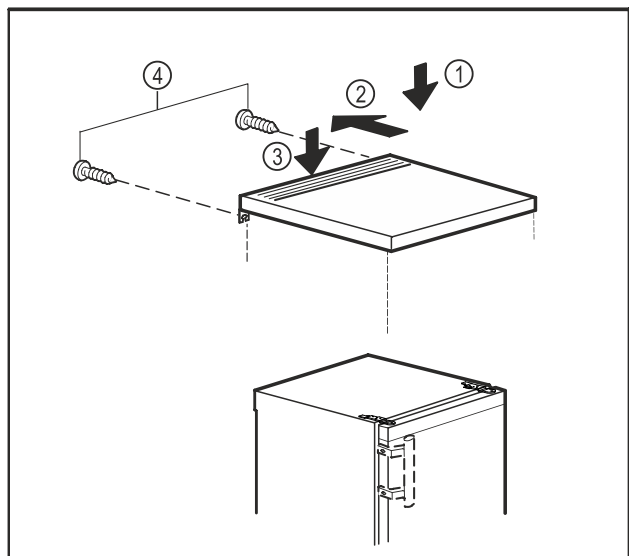

Fig. 11
- ▶ Læg bordpladen på apparatet. Fig. 11 (1)
- ▶ Skub bordpladen tilbage. Fig. 11 (2)
- ▶ Tryk bordpladen tilbage og ned. Fig. 11 (3)
- ▶ Skru skruerne fast på bagsiden. Fig. 11 (4)